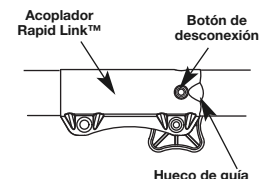

Fig. 13
2. Opima y sostenga el botón de desconexión (Fig. 13).
NOTA: La alineación del botón de desconexión con el hueco de guía facilitará la instalación (Fig. 13).